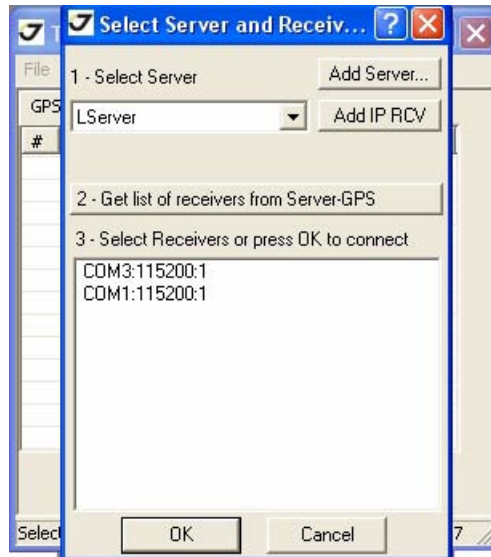

Рисунок 5-5. Параметры соединения
2. Запустите TriVU. Выберите порт (COM) и нажмите Ok (Рисунок 5-5).